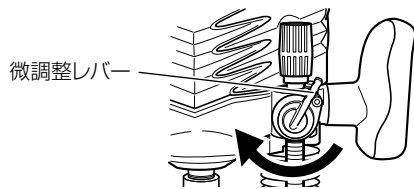

図 8
- (2) 微調整レバーを時計方向に止まるまで回します。(図8) 微調整レバーがネジに当たるまで回らない場合、ボルトのねじがかみ合っていないかもしれません。この場合は、ロックレバーを少しゆるめた状態で本体を上から強く抑え、ボルトのネジをかみ合わせてから、再度微調整レバーを回してください。
- (3) ロックレバーをゆるめて、微調整ノブを回すことで切込み深さの微調整が可能となります。